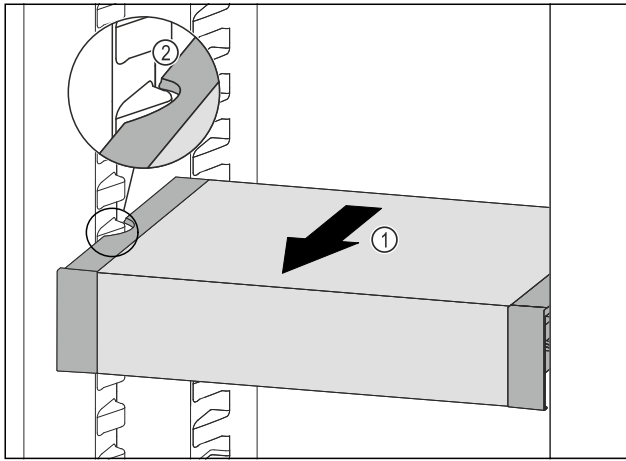

Fig. 42
- ▶ VarioSafe nach vorne ziehen Fig. 42 (1), bis sich die seitlichen Aussparungen des VarioSafes auf Höhe der Behälterterrippe im Kühlteil befinden. Fig. 42 (2)